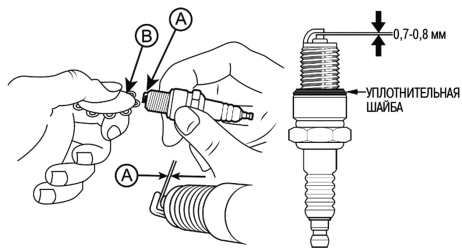

Рис. 22 Проверка зазора между электродами
- Измерьте зазор А между электродами свечи зажигания специальным щупом В. Зазор А должен быть 0,7–0,8 мм (Рис. 22). При увеличении или уменьшении требуемого зазора, рекомендуется заменить свечу, так как регулировка зазора может привести к изменению качества искрообразования.